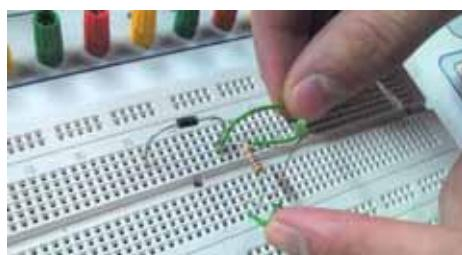

Fig. 8.30.
1. Realiza el montaje con un condensador de 10 pF y un resistor de $1\text{ k}\Omega$ (Figs. 8.30 y 8.31).